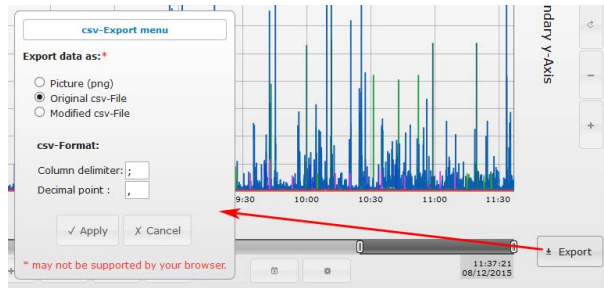

Bild 43: M14-WEB – CSV-Export
**CSV-Export** Aus dem Datenplotter können Sie die CSV-Dateien auch zur weiteren Verarbeitung in Tabellenkalkulationsprogrammen o.ä. herunterladen. Klicken Sie dazu auf „Export“ (Bild 43).